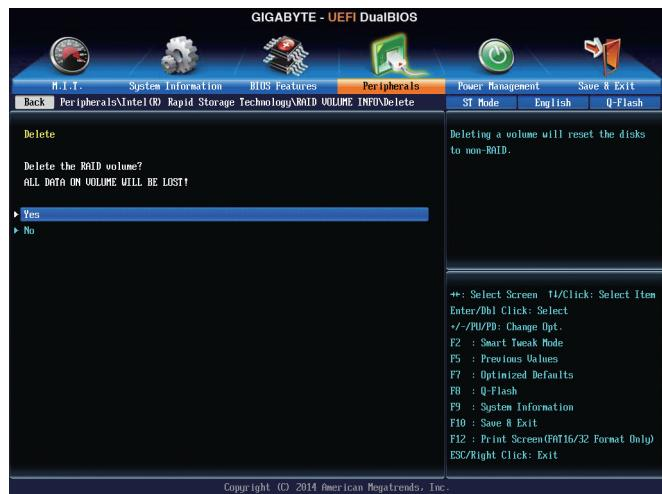

図 8
RAID アレイを削除するには、**Intel(R) Rapid Storage Technology** 画面において削除するボリューム上で **<Enter>** を押します。**RAID VOLUME INFO** 画面に入ったら、**Delete** で **<Enter>** を押して Delete 画面に入ります。**Yes** で **<Enter>** を押します(図 8)。